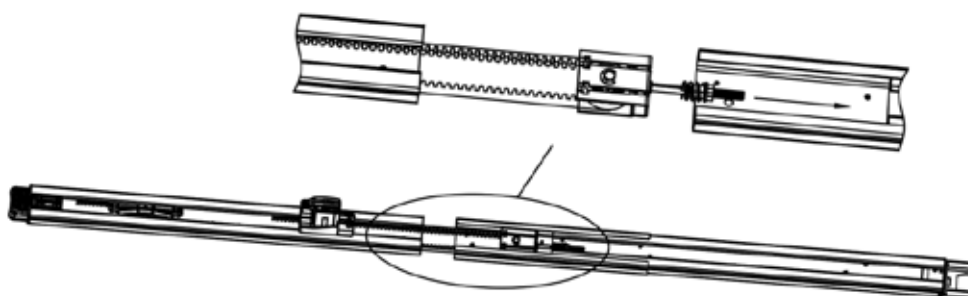

Fig. 8
2. ****Como na Fig. 8, coloque a embraiagem**** ,